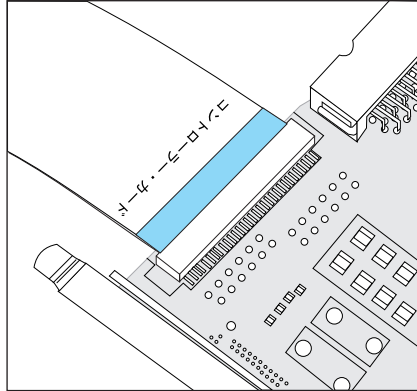
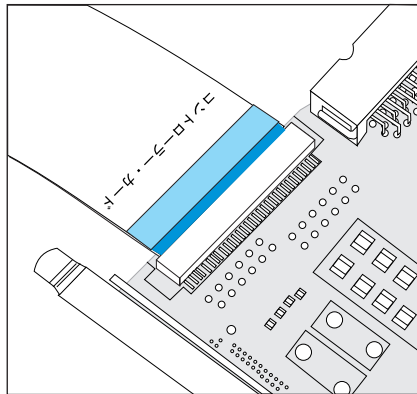

図 79. 正しく取り付けられたサービス・コントローラー・カード・ケーブル
図 80. 正しく取り付けられていないサービス・コントローラー・カード・ケーブル
- リボン・ケーブルを再接続する前に、その接点が下向きであることを確認します。サービス・コントローラーの背面にケーブルを慎重に取り付けます。取り付け中にケーブルがねじれや湾曲が生じないように、まっすぐ取り付けてください。ケーブル・コネクタの各端の紺色の線が見えないことを確認します。これで、ケーブルが完全に装着されます。284 ページの図 79 および 284 ページの図 80 を参照してください。